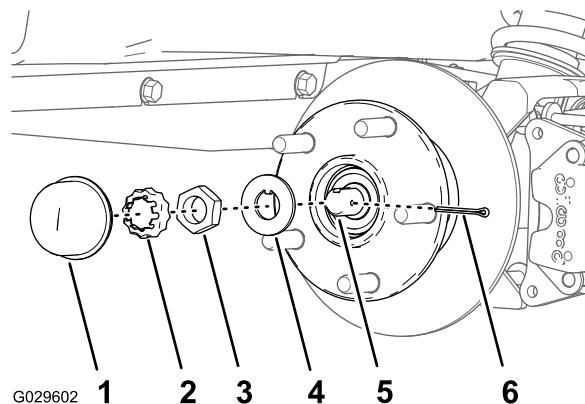
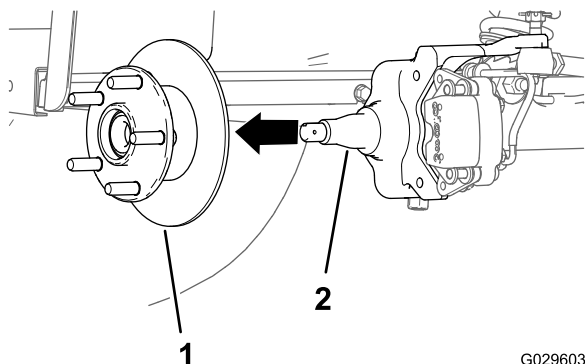

Figura 29
Figura 30
4. Retire el tapón guardapolvo del cubo (Figura 29).
5. Retire la chaveta y el retén del eje/tuerca del eje (Figura 29).
6. Retire la tuerca del eje, y separe el conjunto de cubo y rotor del eje (Figura 29 y Figura 30).